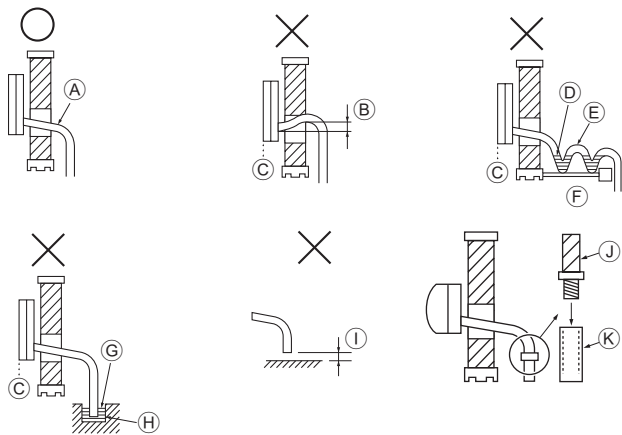

Fig. 5-1
- Ⓓ Bande de feutre ③
5.1. Mise en place du tuyau d'écoulement (Fig. 5-1)